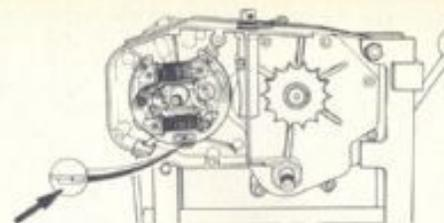

FIG. 10 Segni di riferimento
- 5) **PRIMA** di rimuovere lo statore, fare due segni di riferimento corrispondenti, uno sulla sede nel semicaratter e l'altro sulla piastra statore per consentire l'esatto posizionamento all'atto del rimontaggio (fig. 10).